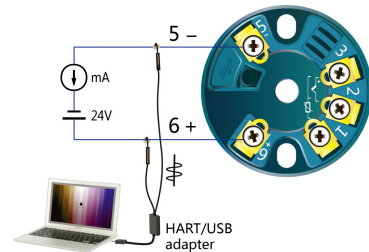

图 4 安全环境 HART 设置连接示意图
- 也可以使用 HART/USB 通讯转换适配器通过 USB 接口连接计算机。HART/USB 通讯转换适配器的勾型探头叠加在 MT182 的输出和电源环路上(5, 6 接线端子或引出线)，见图 4。HART 通信时，HART 信号与环路输出负载最小为 10Ω ，或者电流检测表内阻，或 PLC 卡件取样电阻，以及最大负载均可。